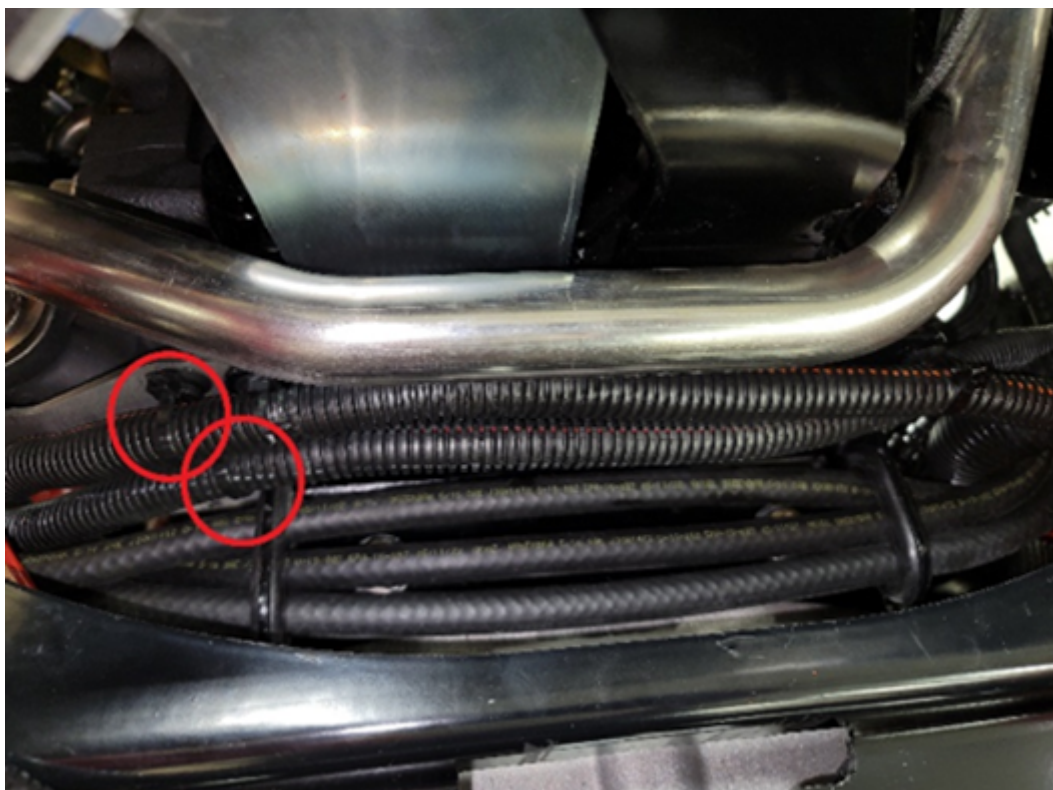

Рисунок 6
9. Убедитесь, что оба жгута проводов надежно закреплены, после чего отрежьте избыточную часть кабельных стяжек (Рисунок 6).